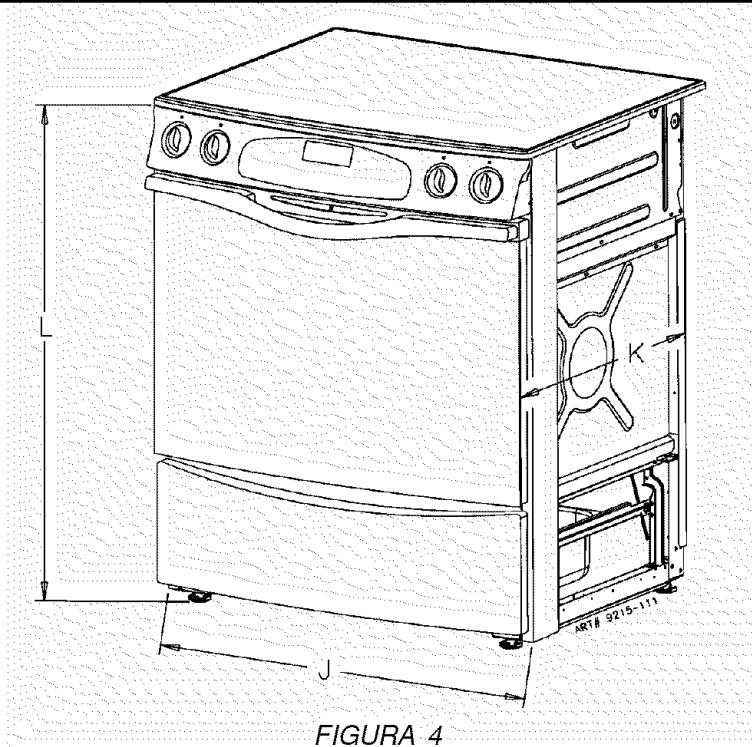

FIGURA 4
2. La dimensión K (figura 4, página 15) es de la pared al borde lateral de la puerta del horno. No incluye la curvatura del vidrio ni la profundidad del asa.
3. La dimensión L (figura 4, página 15) es con las patas niveladoras ajustadas completamente. Esto podría variar ligeramente dependiendo del ajuste de las patas niveladoras.